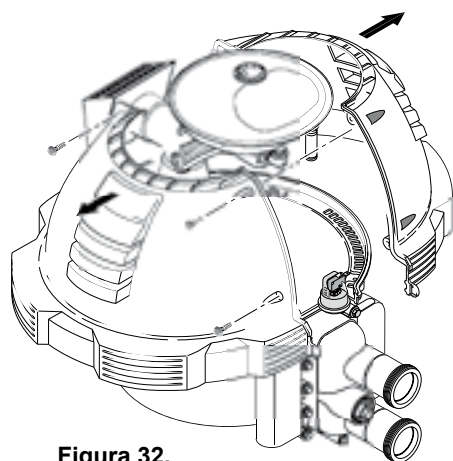

Figura 32.
2. Busque el orificio pequeño en el panel de escape, para el cable RS-485. Use un taladro para avellanar de 1/8 en el panel de escape para hacer un orificio para los cables RS-485. **Ver Figura 32.**
9. Vuelva a instalar y atornille las mitades de la chaqueta. Consulte la Figura 32 en la página 33.